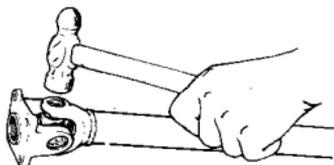

图 12-13
(2) 将另一轴承座圈插入万向节叉另一侧，用锤子适度敲击直至其外端面与万向节叉表面齐平。
(3) 按 (1) 和 (2) 所述的相同方式将轴承座圈装入凸缘叉（图 12-13）。